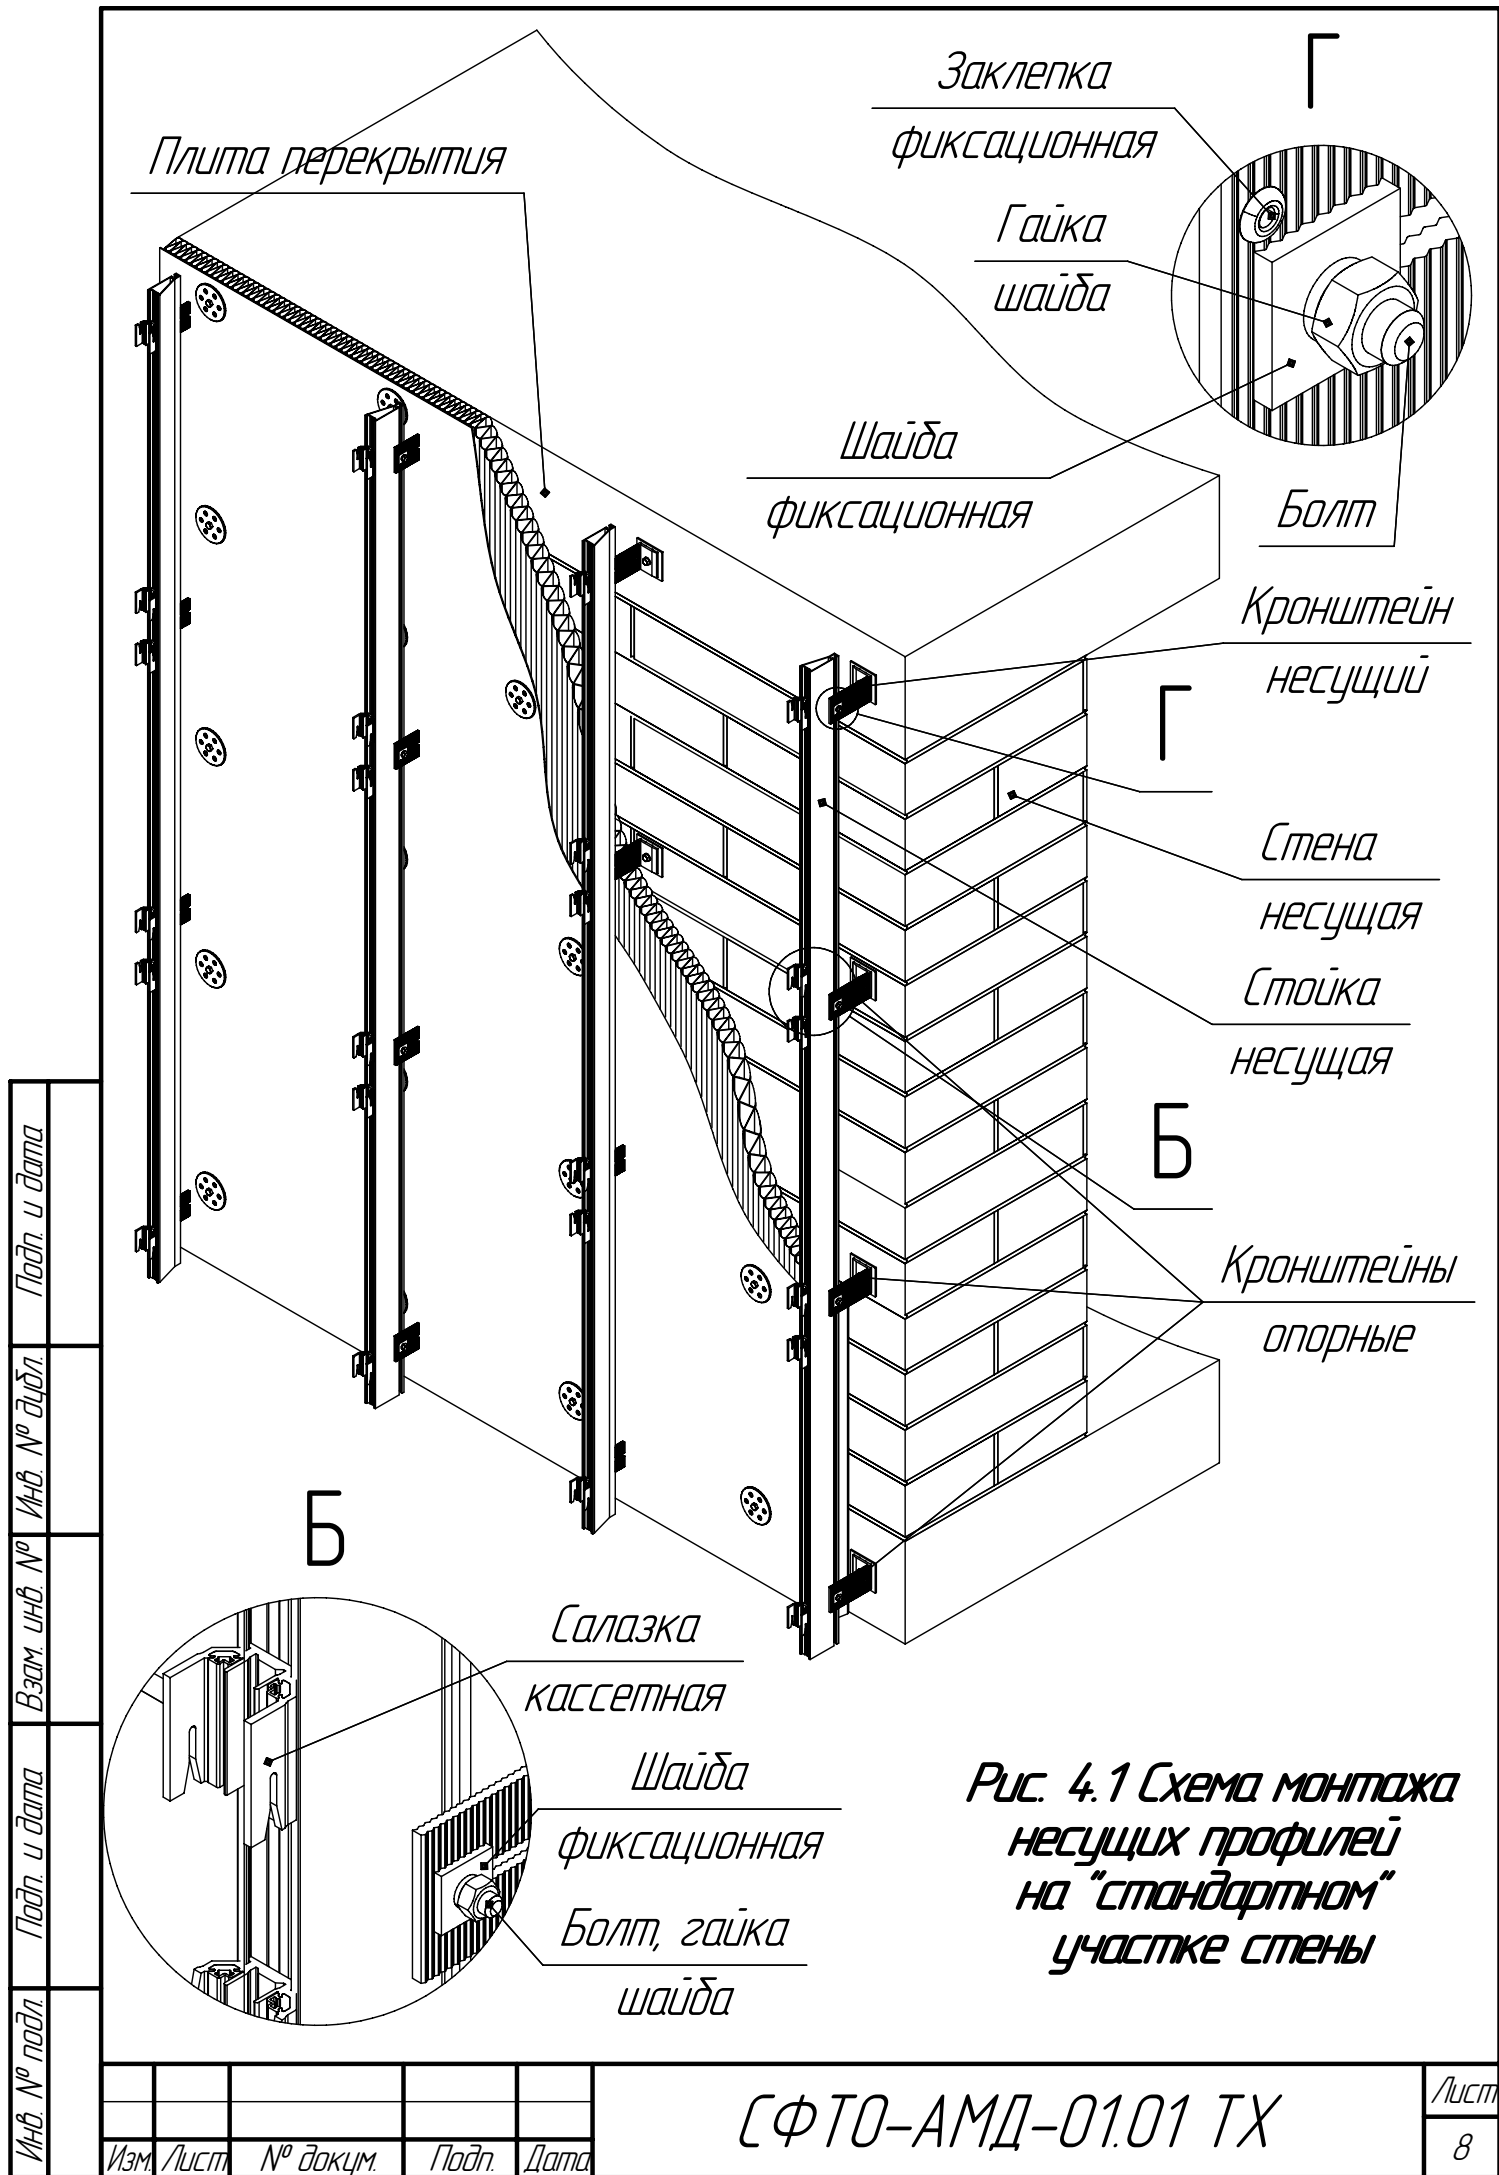

Рис. 4.1 Схема монтажа несущих профилей на "стандартном" участке стены
- 3) Собрать несущие профили с кронштейнами, установив болты М8х25 в пазы кронштейнов, фиксирующие шайбы (совместив зубцы кронштейна и шайбы), пружинные шайбы и закрепить предварительно гайками М8 (см. рис. 4.1). При стыковке несущих профилей по вертикали установить на направляющие стойки дренажные салазки и закрепить их технологически (от сползания).
- 7) Закрепить дополнительно каждую направляющую к одному несущему кронштейну одной заклепкой 5х14 (см. рис. 4.1).